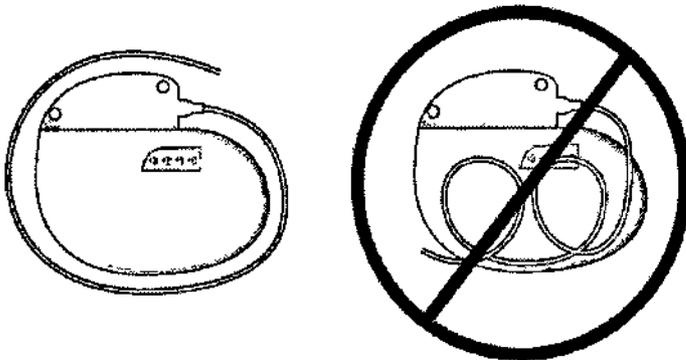

Figura 5. Enrolle la parte sobrante del electrodo alrededor del perímetro del neuroestimulador.
- No enrolle la parte sobrante del electrodo delante del lado de la identificación grabada del neuroestimulador. Enrolle la parte sobrante del electrodo alrededor del perímetro del neuroestimulador (Figura 5) para que no aumente la profundidad del bolsillo subcutáneo y se reduzcan al mínimo los posibles daños durante la intervención quirúrgica de sustitución del neuroestimulador, el posible retorcimiento del electrodo y las interferencias con la telemetría durante la programación.